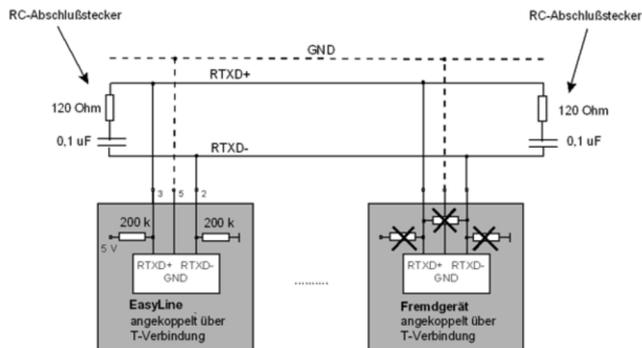

Abbildung 3: Modbus-Verkabelung
- Alternative Verkabelungselemente können verwendet werden, solange diese den Spezifikationen in **Abbildung 3** entsprechen.